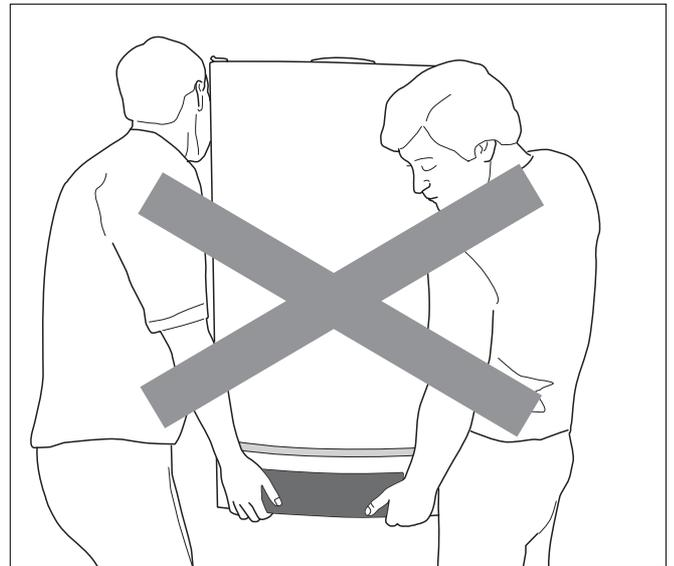

Fig. 3 *Modo errato di sollevare e trasportare la caldaia*
- Non sollevare e trasportare la caldaia aggrappandosi allo sportello di copertura del pannello di comando (fig. 3).
- Non sollevare e trasportare la caldaia aggrappandosi allo sportello di copertura del pannello di comando BC10 (fig. 3, pag. 13).